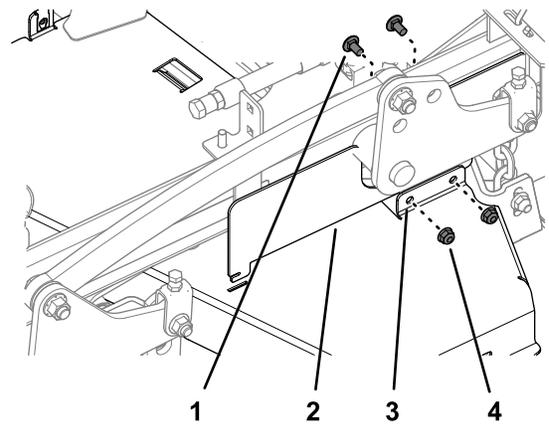

Рисунок 43
2. Прикрепите левый боковой кожух СЕ к левой крышке ремня (Рисунок 43) при помощи 2 каретных болтов и 2 контргаек, снятых при выполнении действий, описанных в разделе Снятие левой крышки ремня \(страница 30\).